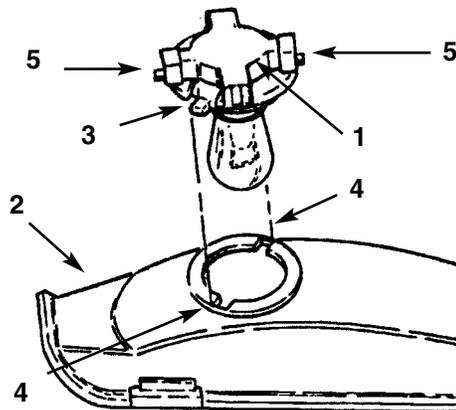

Fig. 19
3. Girate il portalampada di 1/4 di giro in senso antiorario, e toglietelo dal riflettore (Fig. 19).
2. Il portalampada è provvisto di due guide (Fig. 19). Allineate le alette con le guide nel riflettore, inserite il portalampada nel riflettore e giratelo di 1/4 di giro in senso orario, fin quando non si ferma.